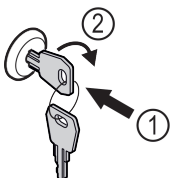

Fig. 105
- ▶ Iespiediet atslēgu Fig. 105 (1).
- ▶ Grieziet atslēgu par 90° pulksteņrādītāja virzienā Fig. 105 (2).